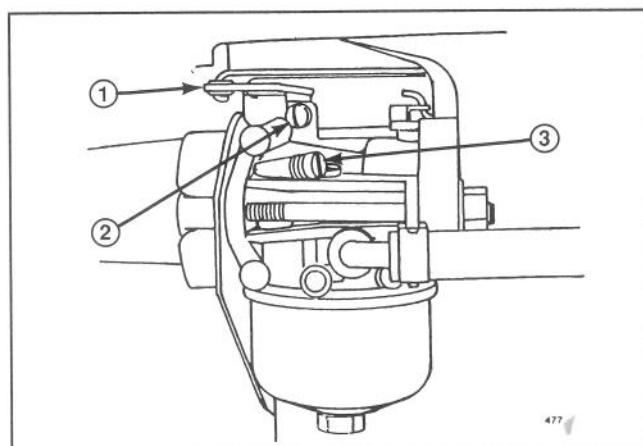

Abbildung 14
- B. Die Drosselkabelklemme (Abb. 14) lösen und das Bowdenkabeläußere und den Draht soweit bewegen, bis der Drosselhebel die Chokeverbindung berührt.
1. Das Leerlaufmischventil langsam soweit im Uhrzeigersinn drehen, bis es sich schließt (Abb. 14). Ein zu weites Eindrehen des Ventils kann zu Schäden führen.
4. Den Gashebel (Abb. 14) im Gegenurzeigersinn drehen und gegen die Leerlaufdrehzahl-Einstellschraube halten (Abb. 14), während die Leerlaufdrehzahl-Einstellschraube bis zum Erreichen von 1750 U/min. gedreht wird.